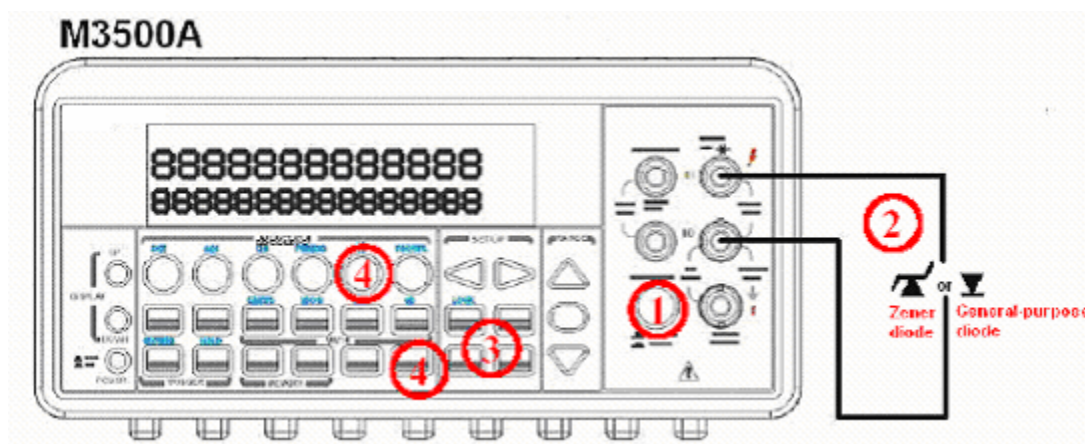

图2-19
- 2、按图2-19连接测试探棒；二极管正极连接到HI端，而负极连接到LO端；